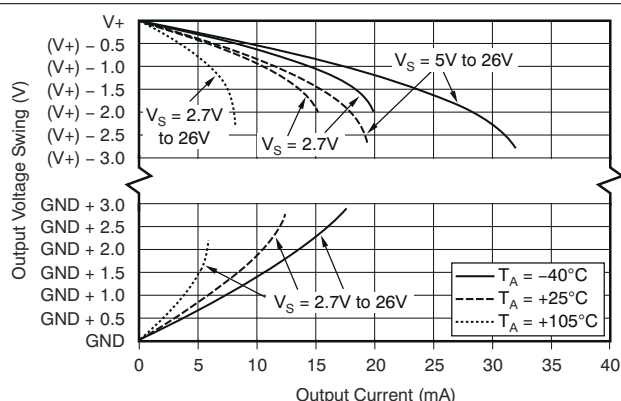

图 6-6. 输出电压摆幅与输出电流间的关系
- (1)  $RTI$  = 以输入为基准。
- (2) 请见典型特性曲线, 输出电压摆幅与输出电流间的关系(图 6-6)。